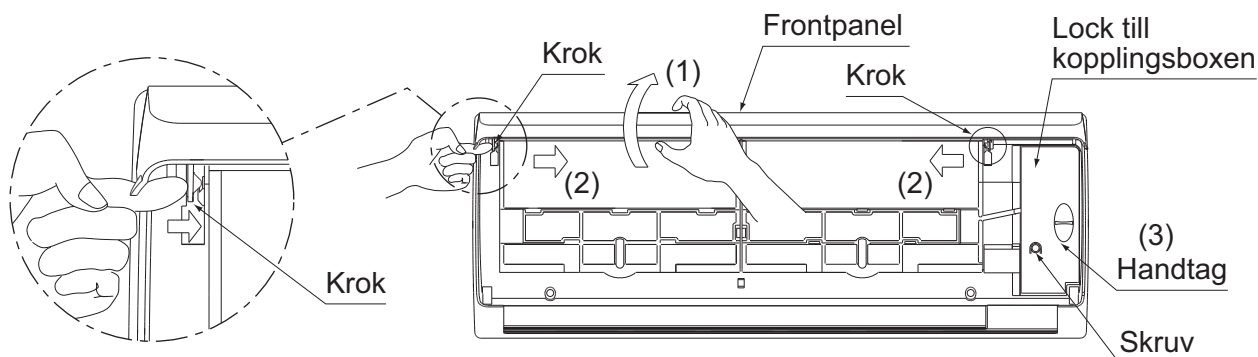

Bild 7
## (2) Ta bort frontpanelen och kontrollboxens lock. (Se bild 7)